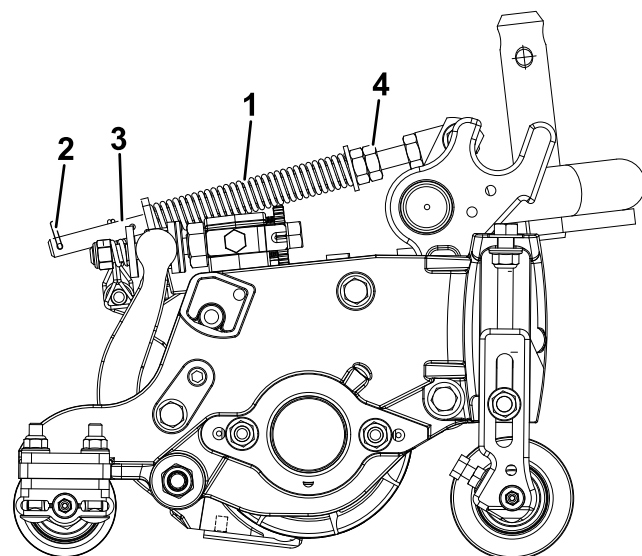

Figura 11
- Serrate i dadi esagonali sul lato anteriore dell'asta della molla, finché la lunghezza compresa della molla non è di 12,7 cm (Figura 11).
La molla di compensazione del manto erboso (Figura 11) trasferisce il peso dal cilindro anteriore al cilindro posteriore, per contribuire a ridurre l'ondulazione del manto erboso, detta anche fluttuazione o bobbing.
- Verificate che la coppiglia sia montata nel foro posteriore dell'asta della molla (Figura 11).